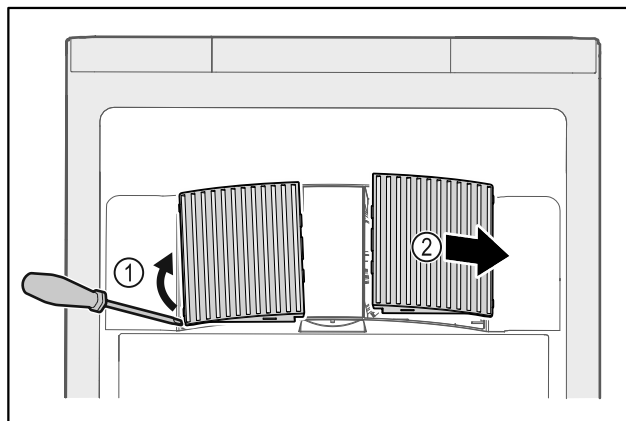

Fig. 234
- Bänd försiktigt loss flätkåporna på sidan Fig. 234 (1) och ta av dem framåt Fig. 234 (2).